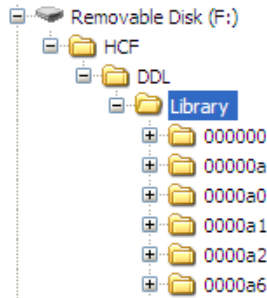

Рисунок 2-14: Структура папок библиотеки устройств HART®
2. Убедитесь, что папка HCF находится в корневой директории USB флеш-накопителя. Требуемая структура директории на USB флеш-накопителе показана на рис. 2-14.
3. Скопируйте папку HCF в корневую директорию USB флеш-накопителя DPI 620 Genii. Требуемая структура директории на USB флеш-накопителе DPI 620 Genii показана на рис. 2-14.